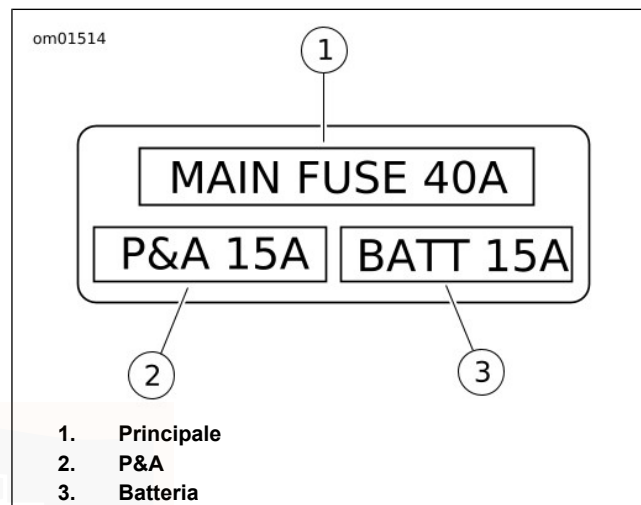

Figura 52. Pannello fusibili
Vedere Figura 52. L'impianto elettrico della motocicletta è protetto dai seguenti tre fusibili.
3. Vedere Figura 52. Sostituire il fusibile sospetto con un fusibile **nuove**.